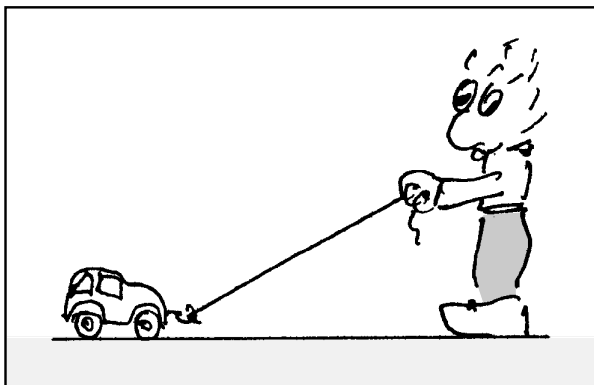

Fig. 6.35. Per l'esercizio 1
1. Un'auto giocattolo viene tirata con una corda su un pavimento orizzontale. La corda è inclinata verso l'alto, fig. 6.35. Nella corda fluisce una corrente di quantità di moto di 20 N. Quanti N contribuiscono a far muovere in avanti l'auto?